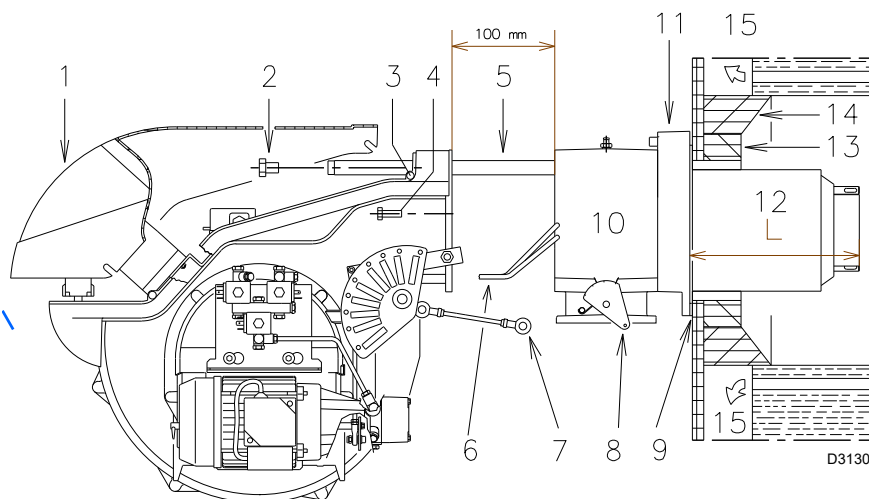
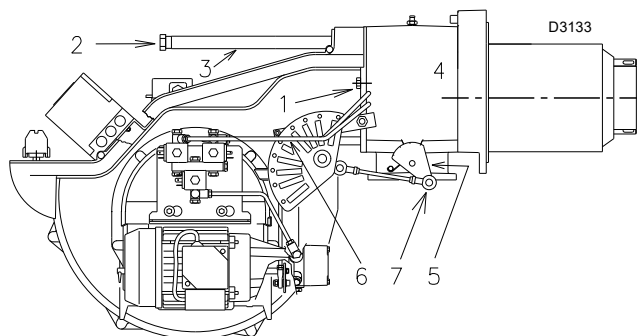

Рис. 14
Рис. 19
В котлах с передним оборотом дымовых газов 15) Рис. 14 на стр. 19 или в двухходовых котлах защитите огнеупорным материалом 13) зону между огнеупорной частью котла 14) и жаровой трубой 12).
Для котлов с водоохлаждаемой передней стенкой облицовка огнеупорным материалом 13)-14) (Рис. 14 на стр. 19) необязательна, если это не требуется заводом-изготовителем.
Предусмотрите соответствующую систему подъема. Отсоедините головку горения от остальной части горелки, Рис. 14:
- Отсоедините кабели электродов, а затем полностью снимите горелку с направляющих. Закрепите муфту с фланцем 11) (Рис. 14) к плите котла, вставив теплоизоляционный экран 9) (Рис. 14) из комплекта поставки. Используйте также 4 винта из комплекта, предварительно покрыв резьбу защитным покрытием от заедания.
Снова установите горелку на направляющие 3) (Рис. 19) примерно на 100 мм от муфты 4) (Рис. 19); положение горелки указано на Рис. 14.
Вставьте кабели электродов, а затем продвиньте горелку до муфты; положение горелки показано на Рис. 19.
Вновь завинтите винты 2) на направляющие 3) (Рис. 19).
Закрепите горелку к муфте винтами 1) (Рис. 19).
Подсоедините дизельные шланги, закрутив два штуцера 6) (Рис. 14).
Снова установите шарнир 7) на градуированный сектор 5) (Рис. 19).